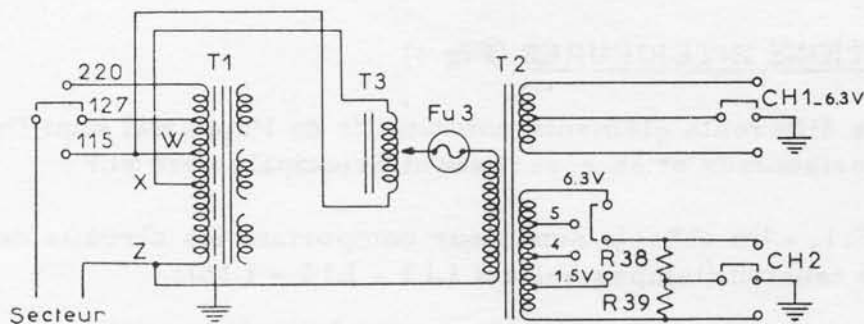

Fig. 1 - Schéma simplifié des sources de courant de chauffage.
2.8. - SOURCE DE COURANT DE CHAUFFAGE CH1 (Fig. 1)
2.9. - SOURCE DE COURANT DE CHAUFFAGE CH2 (Fig. 1 page 2.4)